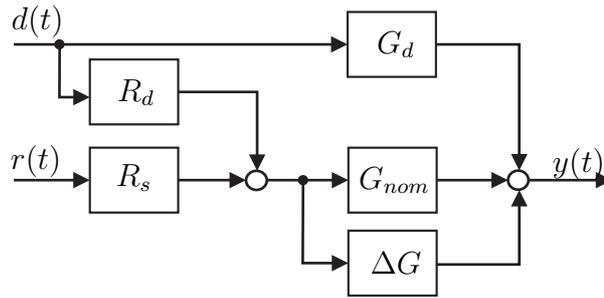

Abbildung 5: Steuerung mit Störgrößenaufschaltung.
- i) Entwerfen Sie für die nominelle Strecke $G = G_{nom}$ eine Steuerung R_s (siehe Abbildung 5), sodass die Führungsübertragungsfunktion $T_{nom} = R_s G_{nom}$ die Verstärkung 1 hat und einen Doppelpol bei $-\frac{1}{e}$, $e > 0$, aufweist.